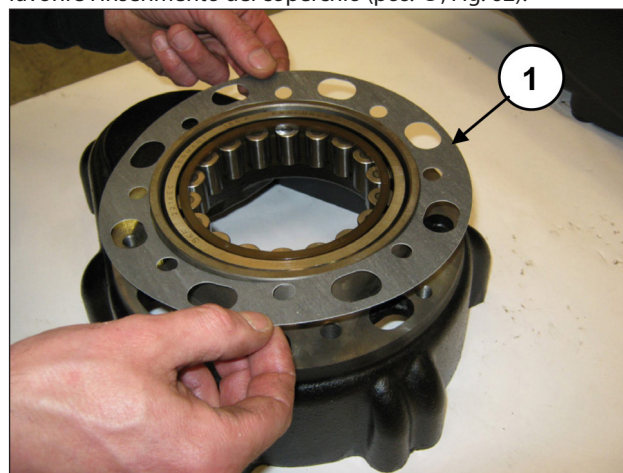
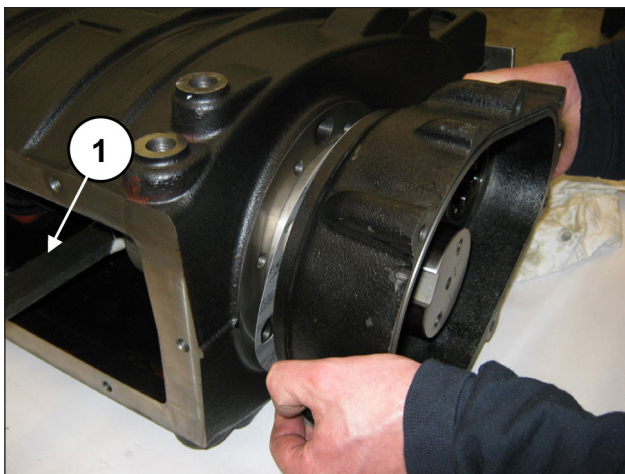

Fig. 61
Fig. 62
Dal lato opposto inserire la guarnizione laterale sulla scatola riduttore (pos. ①, Fig. 61) e sollevare l'albero a gomiti per favorire l'inserimento del coperchio (pos. ①, Fig. 62).